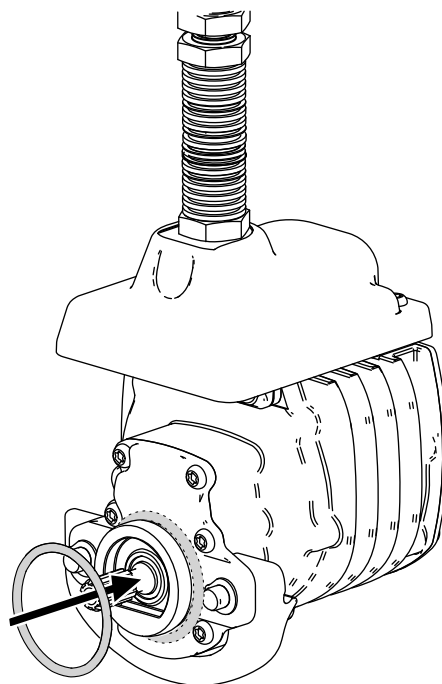

図 9
3. 各リールモータに、図 9 のようにOリングを取り付ける。